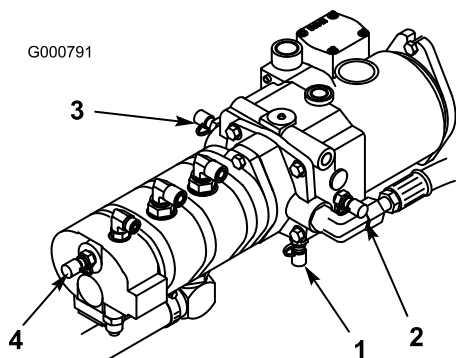

**Figura 78**
2. Il foro diagnostico B (Figura 78) agevola la diagnostica del circuito idraulico degli elementi di taglio anteriori.
3. Il foro diagnostico C (Figura 78) agevola la diagnostica del circuito idraulico degli elementi di taglio posteriori.